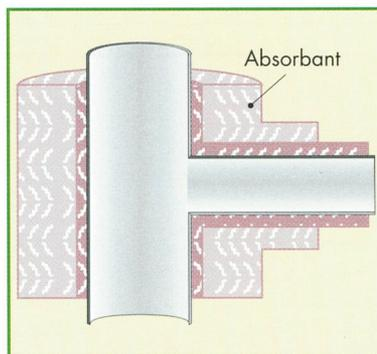

Figure 78 - Principe d'un silencieux à absorption coudé
- silencieux droit (figure 78),